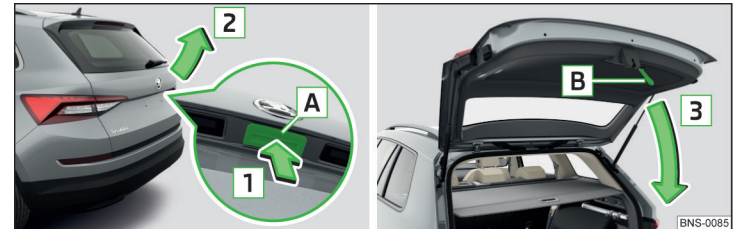

Abb. 58 Gepäckraumklappe öffnen/schließen
- Zum **Öffnen** die Taste **A** in Pfeilrichtung **1** drücken » Abb. 58.
Die Taste **A** » Abb. 58 wird beim Anfahren bzw. ab einer Geschwindigkeit von mehr als 5 km/h deaktiviert. Nach dem Anhalten und Öffnen einer Tür wird die Taste wieder aktiviert.